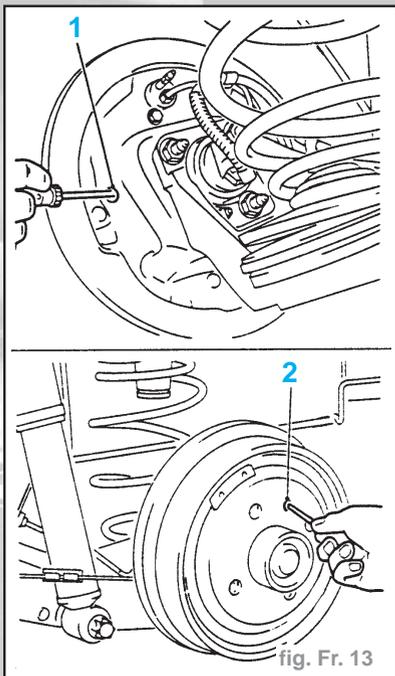

fig. Fr. 13
- En cas de tambour de frein usé, repousser la mâchoire de frein à l'aide d'un tournevis à travers l'alsage (1) pour amener la came au-dessus du levier du frein à main (fig. Fr. 13).
- Dévisser la vis de blocage (2) et enlever le tambour de frein.